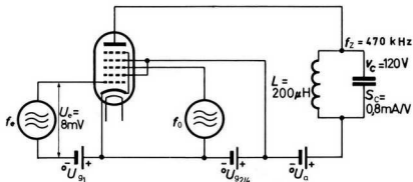

Bild 335
- n) Bestimmen Sie die Kreisgüte des Anodenschwingkreises der Schaltung nach Bild 335.